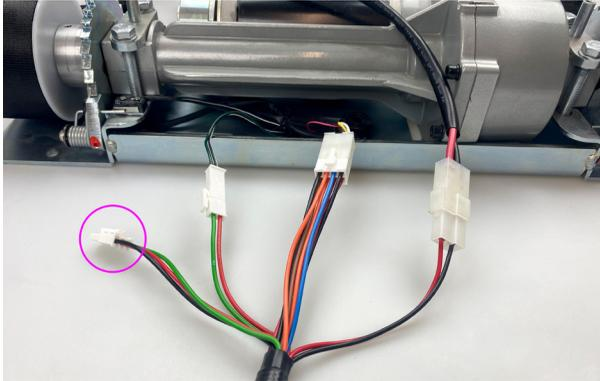

Abbildung 11: Windenstrang anschließen
- ⇒ Verbinden Sie drei Stecker des Windenstrangs mit den Anschlüssen an der Winde (siehe Abbildung 11, Seite 37).
Der in Abbildung 11, Seite 37, mit dem violetten Kreis markierte Stecker wird nicht angeschlossen.
Der in Abbildung 11 mit dem violetten Kreis markierte Stecker ist für die Ausstattung des EasyPull 2.0 mit Status-LEDs vorgehalten. Wenden Sie sich an den Kundendienst, wenn Sie den Anschluss nutzen möchten (siehe Kapitel 14, Seite 90).